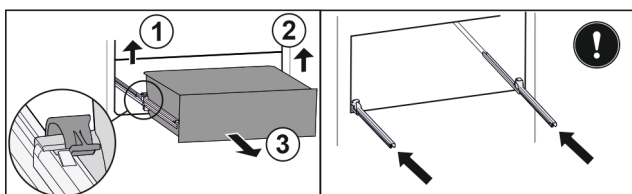

Fig. 116
- Soulever la bride gauche et tirer dans le même temps la partie gauche du tiroir vers l'avant. Fig. 116 (1)
- Soulever la bride droite et tirer dans le même temps la partie droite du tiroir vers l'avant. Fig. 116 (2)
- Retirer le tiroir par l'avant. Fig. 116 (3)